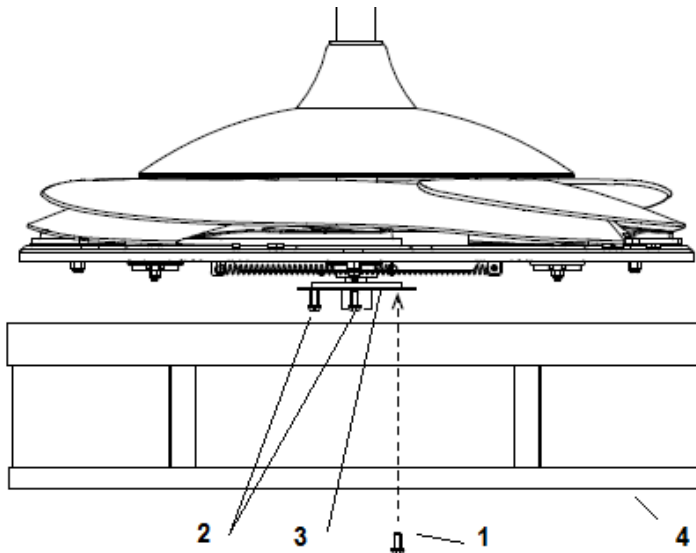

Fig. 6
1. Desserrez la vis (1) du support d'abat-jour (3). Alignez les deux vis fendues (2) avec les fentes de l'abat-jour (4). Fig. 6